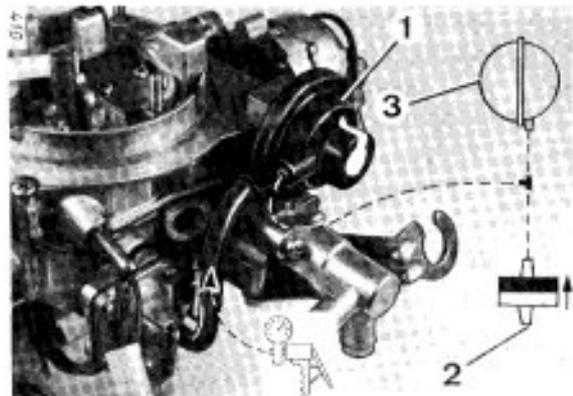

Bild 8
2.6 Polldowneinrichtung auf Dichtheit prüfen (Bild 8)
- Schlauch am Rückschlagventil (2) abziehen und weiße Seite des Ventils verschließen.
- Druckdifferenz (ca. 300 mbar) in Pulldown-dose (1) und Volumenbehälter (3) herstellen.